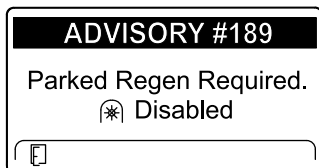

Figura 38
- Si no se realiza la regeneración con la máquina aparcada en un plazo de 2 horas, el InfoCenter muestra ADVISORY #189 (Aviso n.º 189) solicitando la regeneración con la máquina aparcada e indicando la desactivación de la toma de fuerza (Figura 38).